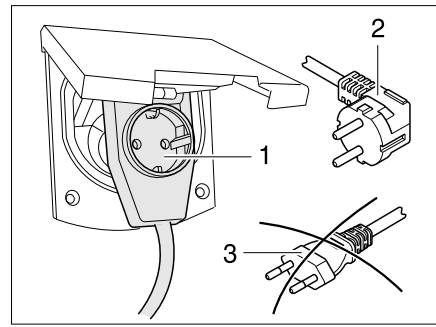

Bild 155 Anschluss an eine Winkelkupplung mit Steckdose
- ▶ Bei Verwendung einer CEE 17 Winkelkupplung mit rückseitig eingebauter Steckdose (Bild 155,1) nur einen gummierten und versiegelten IP 44 Stecker mit Schutzkontakt (Bild 155,2) verwenden. Keine Stecker ohne Schutzkontakt (Bild 155,3) verwenden. Gefahr eines Stromschlages!